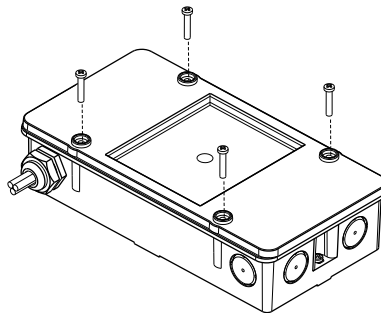

Fig. 6
- Abra a caixa (Fig. 6).
- Insira o selo e fixe a tampa com quatro parafusos adicionais (Fig. 6). (somente desta forma a proteção IP65 é garantida)